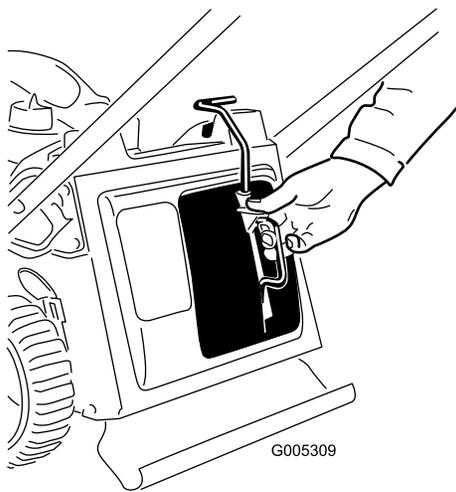
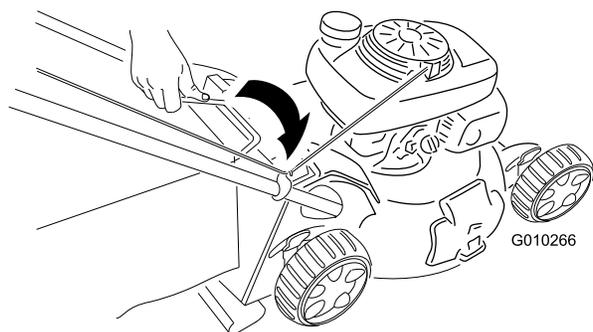

Рисунок 19
Рисунок 20
3. Надежно затяните головку верхней части рукоятки (рис. 19).
1. Установите на машину заглушку для мульчирования (Рисунок 19) или мешок для сбора травы (Рисунок 20).